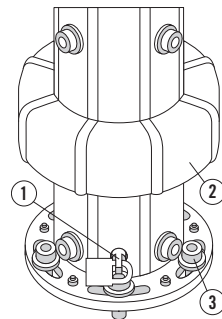

Fig. 10
- Verbindungsbolzen (1) entfernen und Abdeckhaube (2) hochschieben (Fig. 10).
- Schirm senkrecht festhalten und dabei Verankerungsschrauben (3) entfernen.